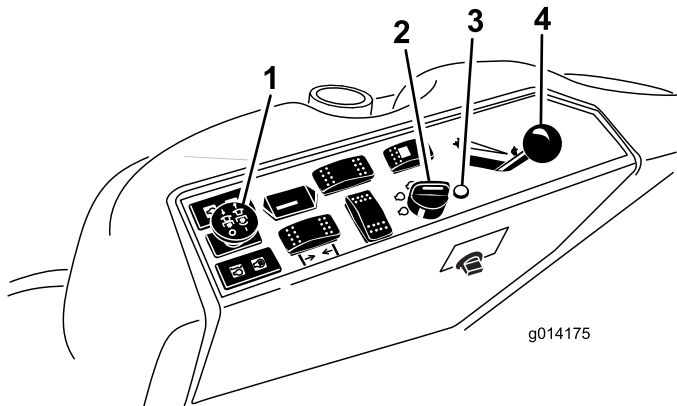

Figura 19
4. Mueva el interruptor de la toma de fuerza (TDF) a la posición de DESENGRANADO (Figura 19).
5. Ponga la palanca del acelerador en un punto intermedio entre las posiciones de RÁPIDO y LENTO (Figura 19).